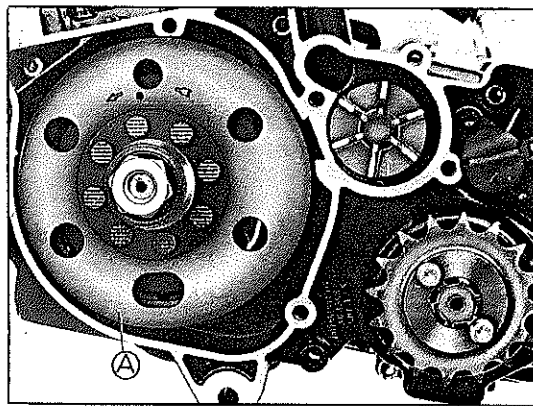

FIG. M1 - A. VOLANTE DO MAGNETO
6. Utilizar as ferramentas especiais 7017.099.012.00.4 e 7017.099.010.00.8 para remover o volante do magneto conforme descrito no tópico "Desmontagem do conjunto de ignição" (pág. 23), Figura M1.